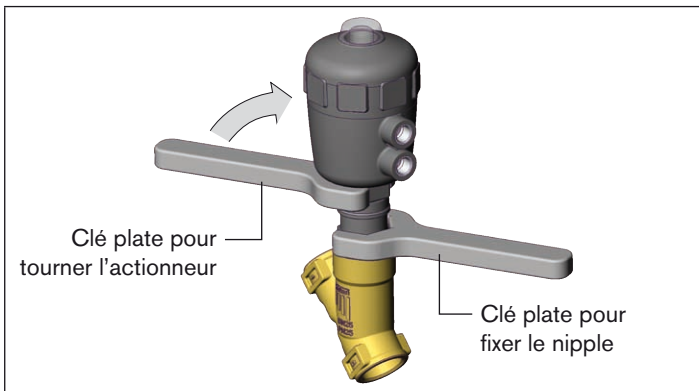

Fig. 20 : Tourner avec une clé plate
- Tournez l'actionneur uniquement dans le sens prescrit (voir Fig. 20 :).